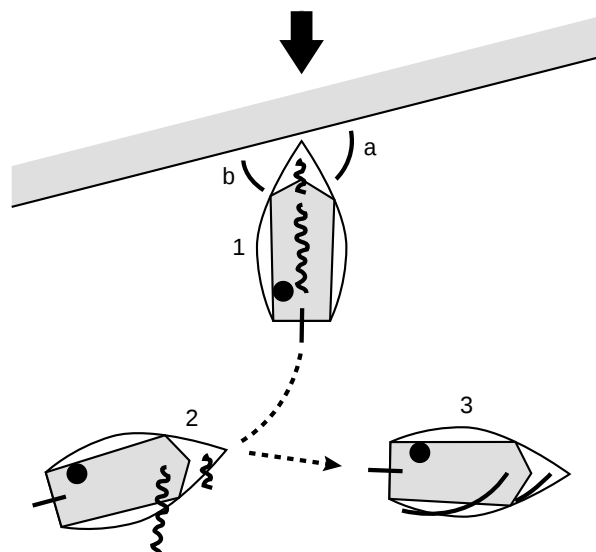

fig. 24: invloed van de windrichting
- 3) ook de windrichting t.o.v. de wal bepaalt de boeg waarover we vertrekken. We zorgen ervoor dat de zeilen wind vangen naar de grootste hoek die de boot met de maakt. (fig. 24 hoek a groter dan b).